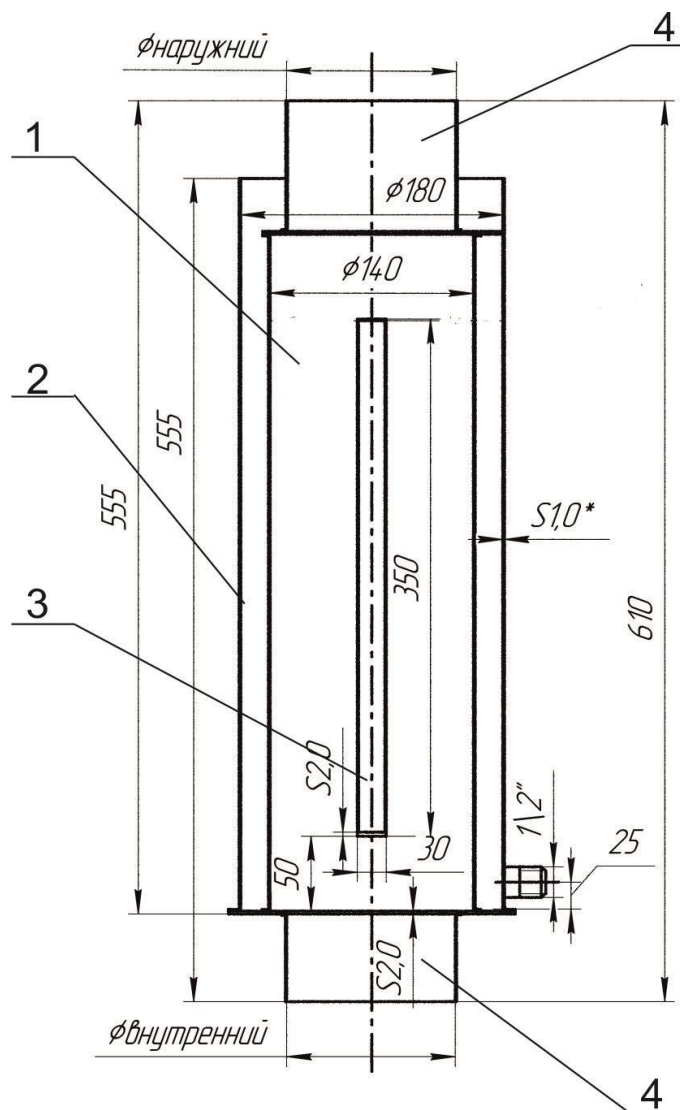

Рисунок 1.
НИП из следующих элементов (см. рис. 1):
3.1 Поток раскаленных продуктов сгорания проходит через дымовой канал (поз.1. рис,1), передавая тепло воде, находящейся в баке (поз.2, рис.1). При закипании воды, пар выходит через открытое пространство в верхней части бака в парильное помещение. Для более эффективного теплообмена предусмотрен рассекатель (поз.3, рис.1). К печи и
последующим элементам дымового канала НИП пристыковывается посредством патрубков (по.4, рис.1).